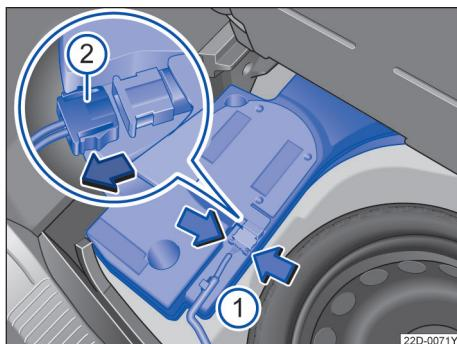

图 158 行李厢内：拆下重低音扬声器
- 用手捏住定位凸缘→图 158（箭头 ①）并压紧到止位，并断开连接插头 ②。
- 拔出连接插头 ②，并将拔出的导线放置一边。